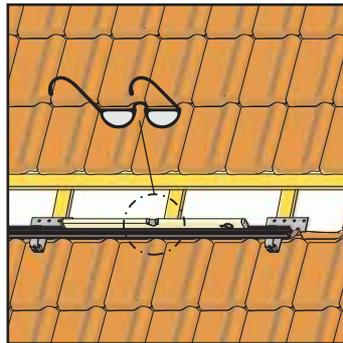

Figure 3-11 Alignez les profilés parallèlement au bord des tuiles
11. Vissez les écrous autobloquants ayant servis à la fixation des glisseurs sur les crochets. Alignez le rail parallèlement aux bords des tuiles (Figure 3-11).